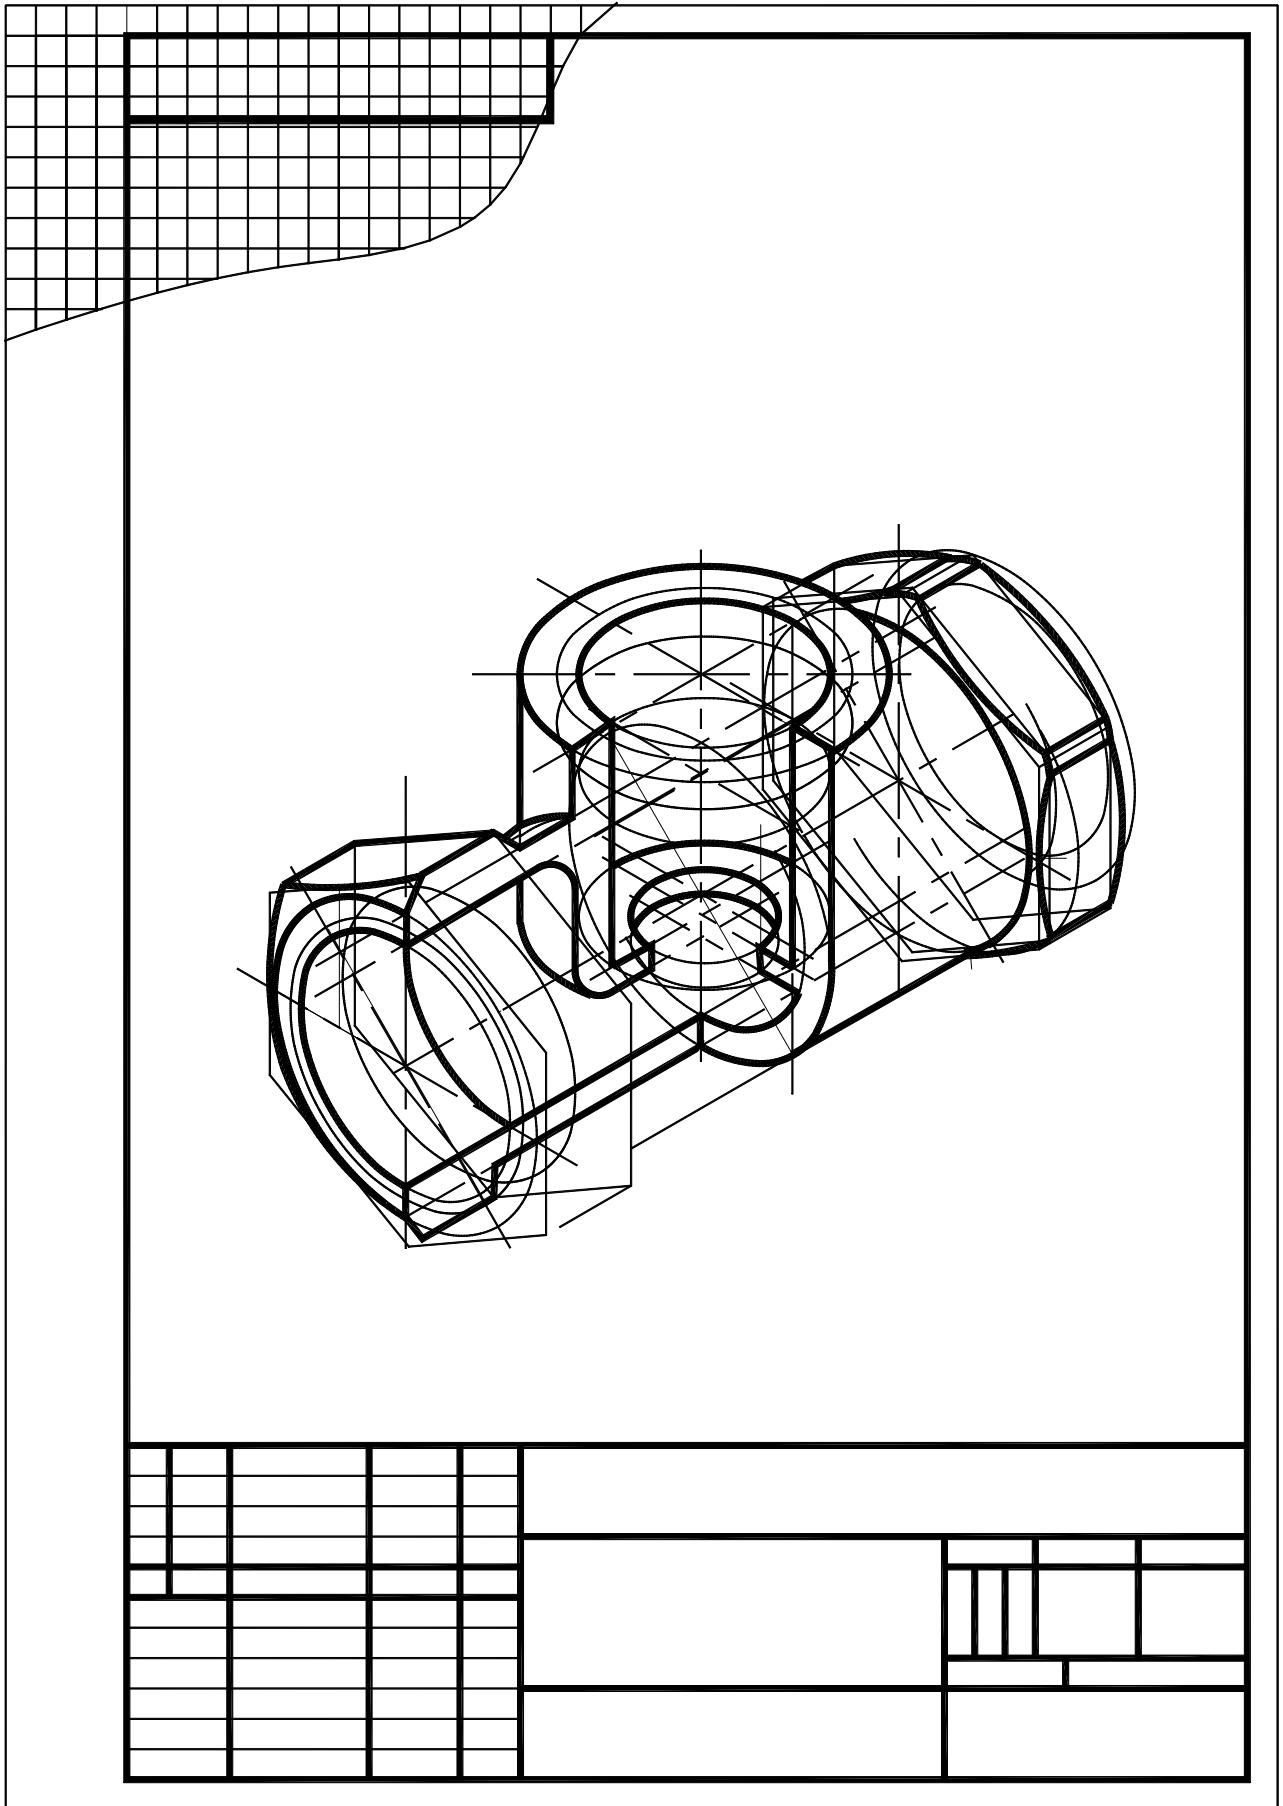

Рисунок 19
- построить линии внешнего контура детали и сечений детали проецирующими плоскостями, проходящими по осям $O'X'$ и $O'Y'$, т.е. вырезать четвертую часть детали – (рисунок 19);